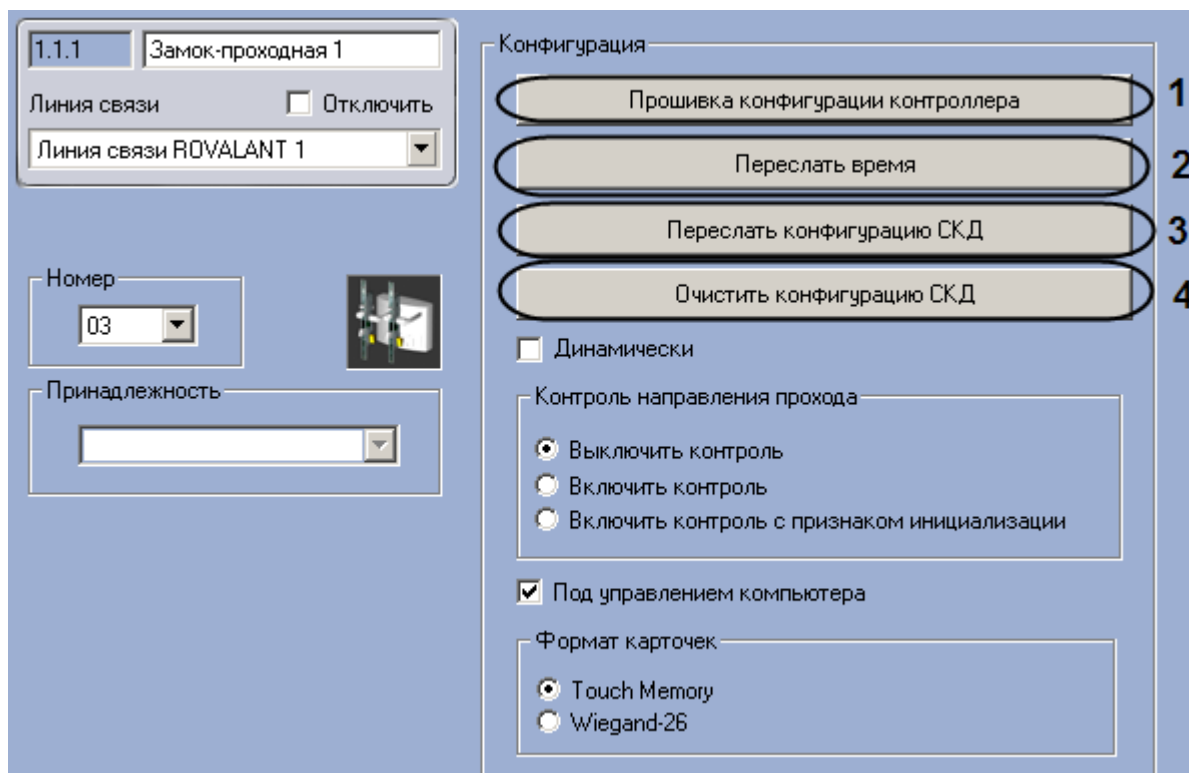

Рис. 3.4—15. Пересылка конфигурации замка-проходной
1. Перейти на панель настроек объекта **Замок-проходная** (см. Рис. 3.4—15).
2. Для пересылки на замок-проходную конфигурации с контроллера нажать на кнопку **Прошивка конфигурации котроллера** (см. Рис. 3.4—15, 1).
3. Для пересылки времени Сервера на замок-проходную нажать на кнопку **Переслать время** (см. Рис. 3.4—15, 2).